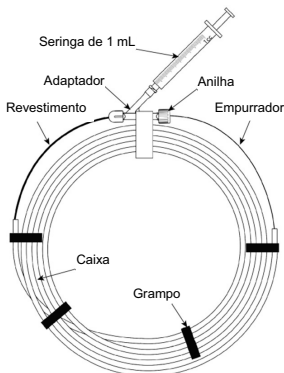

Figura 5. Como aumentar a haste PVA
- 6) Conforme mostra a Figura 5, infunda cerca de 1 mL de salina heparinizada no revestimento do adaptador para aumentar a haste PVA do ED COIL.